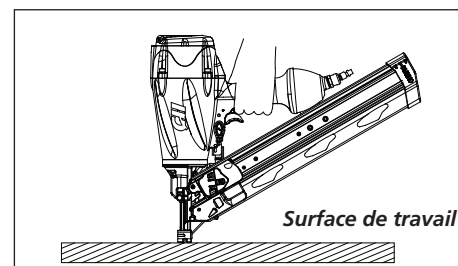

Figure 18
5. Enfoncer la PC contre la surface de travail sans tirer la gâchette (voir Figure 18). La cloueuse **NE DOIT PAS FONCTIONNER**. Ne pas utiliser l'outil s'il fonctionne sans tirer la gâchette. Des blessures pourraient en résulter.
Il y a sur le compartiment de pile un interrupteur MARCHE/ARRÊT pour les fonctions électroniques de l'outil et des DEL indiquant une faible quantité de clous (voir la Figure 18).